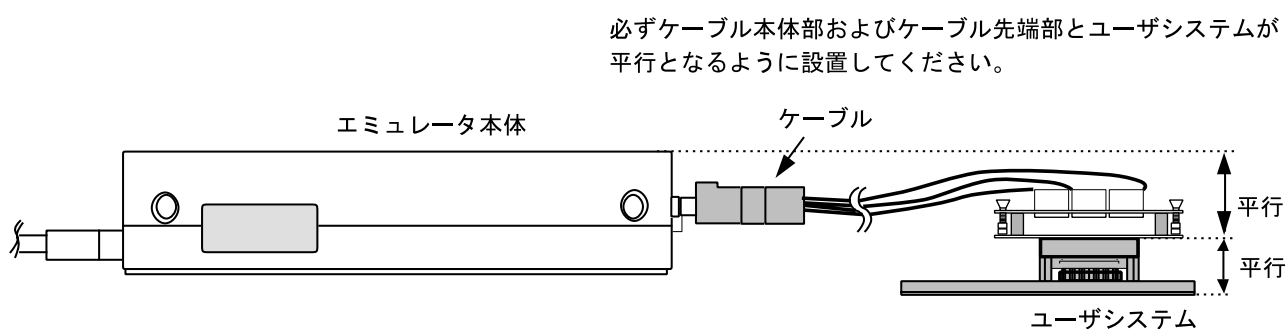

図10 設置例
- (1) ユーザシステムへの接続時には1ピン位置に十分注意して、誤接続は絶対にしないでください。
- (2) 本ユーザシステムインタフェースケーブルを使用する場合の推奨マウントパッド寸法は、MCU実装用マウントパッド寸法とは異なりますので注意してください。
- (3) 本ユーザシステムインタフェースケーブルは、HS7010EPI60Hエミュレータ専用ですので、他のエミュレータ本体には使用しないでください。
- (4) ケーブル本体部が断線する可能性がありますので、本ユーザシステムインタフェースケーブルの上に重いものや金属等の角の尖ったものを置かないでください。
- (5) ユーザシステムに接続した状態では、ユーザシステムインタフェースケーブル、特にケーブル先端部に無理な力が加わらないように注意する必要があります。図10の設置例を参照してご使用ください。